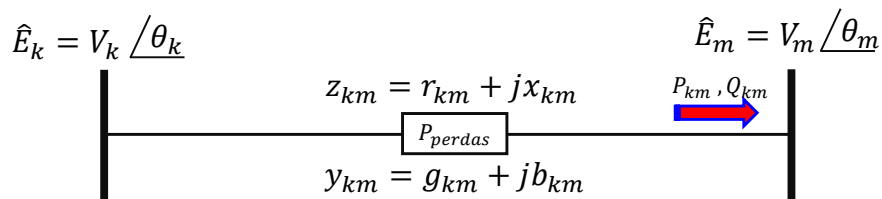

Figura 1: Modelo genérico de LT curta.
4. O modelo equivalente genérico de uma linha de transmissão (LT) curta, representado na Figura 1, é definido por dois parâmetros: a resistência série r_{km} e a reatância série x_{km} . A impedância série, z_{km} , da LT é dada pela Equação 6, enquanto a admitância série, y_{km} , é dada pela Equação 7.